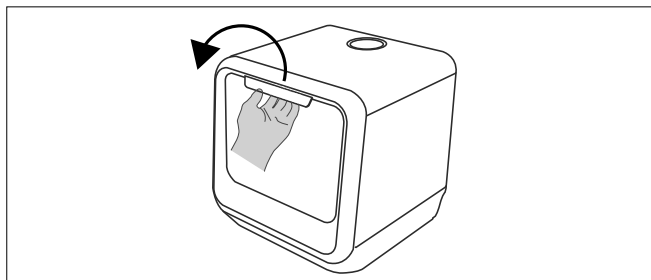

Fig. 12 – Ouverture de la porte
- ▶ Saisissez la poignée encastrée (1) et ouvrez la porte en la tirant vers vous. Ouvrez complètement la porte (voir Fig. 12).